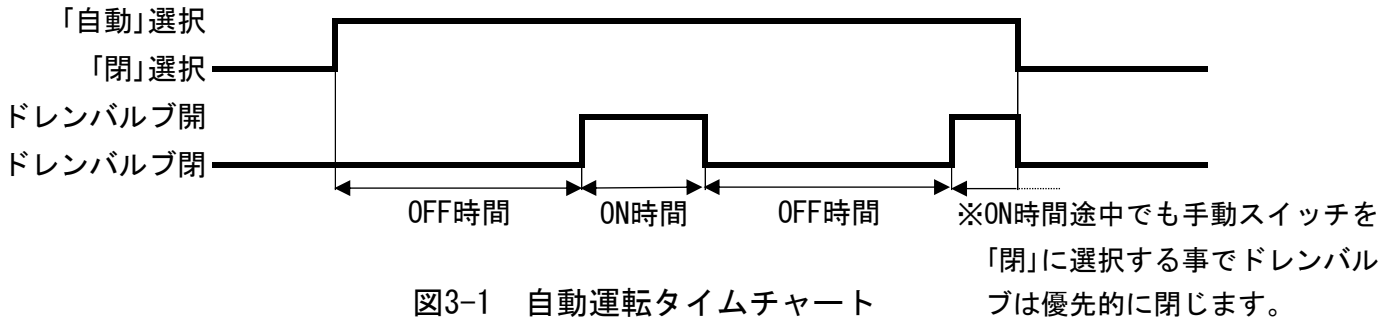

図3-1 自動運転タイムチャート
① 0 / 0.2 / 0.4 / 0.6 / 0.8 / 1.0 / 1.2
② 0 / 0.5 / 1 / 1.5 / 2 / 2.5 / 3
③ 0 / 2 / 4 / 6 / 8 / 10 / 12 ←※図3-1の場合はこちら
④ 0 / 5 / 10 / 15 / 20 / 25 / 30